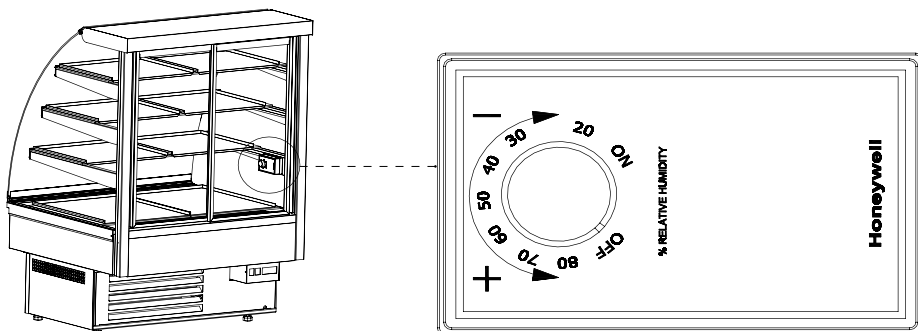

Abb.7 Higrostat
- In der Vitrinen, die mit dem Hgirstat ausgestattet sind (ausser term. Carel) ist es möglich, die gewünschte Luftfeuchtigkeit mit dem Schalter einstellen Abb.7 (S.28).Im Temepraturbereich von 10°C bis 15°C kann die Leuffteuchtigkeit in Grenzen 30 bis 80% geregelt werden.
Higrostat dient zur Kontrolle von Feuchtigkeit, wenn sich die Temperatur im Inneren der Vitrine im Bereich von 10°C bis 15°C befindet. Mit dem Higrostatregler ist die gewünschte Luftfeuchtigkeit im Inneren der Vitrine im Bereich von 30 bis 80% indem der Regler gedreht wird Abb.7 (S.28) und in einer bestimmter Position eingestellt wird. Mit dem Drehen des Reglers im Uhrzeigersinn wird die eingestellte Feuchtigkeit vermindert, und gegen Uhrzeigersinn erhöht. Das Drehen des Reglers nach links bis Endstellung verursacht, dass der Higrostatbetrieb ausgeschaltet wird, obwohl die **Versorgung eingeschaltet ist.**